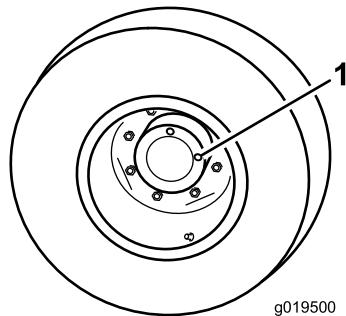

Figura 15
- Con la máquina en una superficie nivelada, coloque la rueda con un tapón de verificación (Figura 15) en la posición de las 12 y el otro en la posición de las 3.
- Tapón de verificación/drenaje (2)
- Retire el tapón de la posición de las 3 (Figura 15). El aceite debe llegar a la parte inferior del orificio del tapón de verificación.